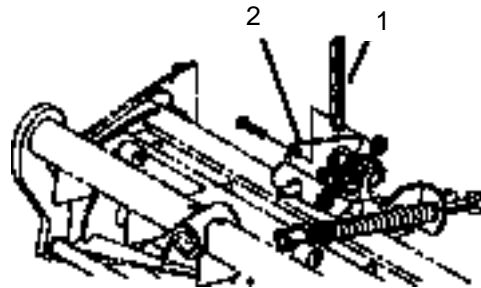

図 5
12. ターフ補正スプリングのブラケットをCuttingユニット・スタビライザの耳に止めているナットを外す(図5)。チェーンをキャップスクリュに通し、外したナットで固定する。